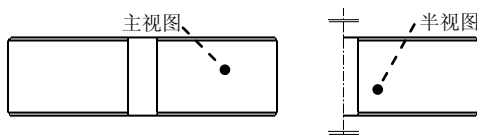
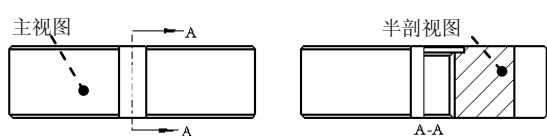

图 3.8.14 半视图
图 3.8.15 半剖视图
半视图和半剖视图分别如图 3.8.14 和图 3.8.15 所示，下面分别介绍其操作步骤。
Step2. 选取图 3.8.14 所示的主视图，然后右击，从系统弹出的快捷菜单中选择 投影视图(P) 命令。
Step2. 选取图 3.8.15 所示的主视图, 然后右击, 从系统弹出的快捷菜单中选择  投影视图(P) 命令。
(1) 选取图 3.8.15 所示的半剖视图，右击，从系统弹出的菜单中选择 **添加箭头** 命令。
(2) 在系统 **给箭头选出一个截面在其处垂直的视图。中键取消。** 的提示下，单击主视图，系统自动生成箭头。